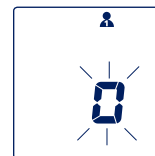

Bild 2
- Nachdem das Gerät seinen Abgleich gegen den Umgebungsluftdruck vorgenommen hat (Bild 2), beginnt der automatisch gesteuerte Aufpumpvorgang. Die Manschette wird auf den zur Messung notwendigen Druck aufgepumpt.